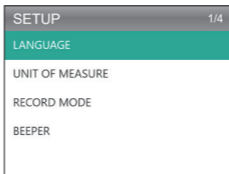

Abbildung 8.1.2
1. Wählen Sie Einstellung und drücken Sie [OK], um das Untermenü anzuzeigen. (Siehe Abbildung 8.1.2)